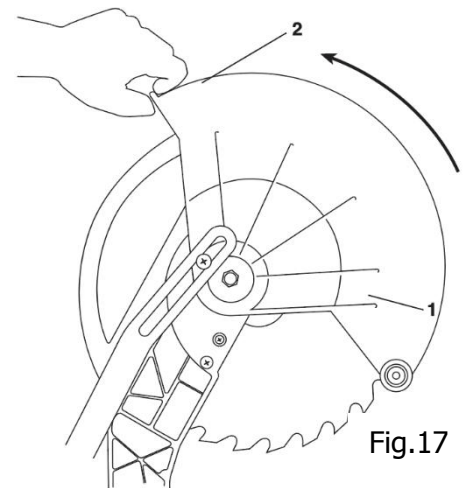

Fig.17
2. La pièce doit être solidement serrée. Cela libère votre main gauche pour soulever le protecteur 1 par la lèvre 2 juste assez pour dégager la pièce (Figure 17)